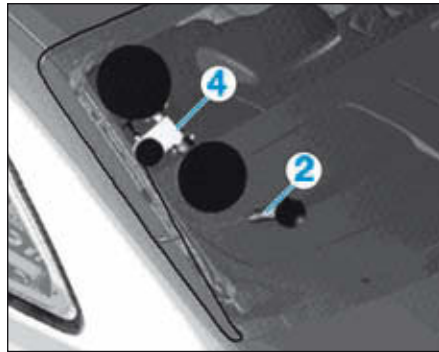

FIG.26
- Déplacer l'enrouleur (4) et l'alène (2) de guidage comme indiqué et dégager la zone du montant D (Fig.26).